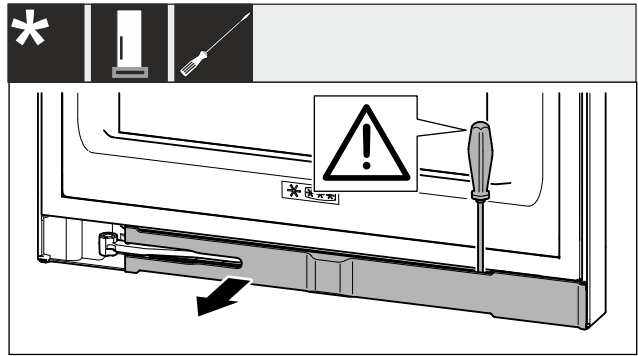

Fig. 3
- ▶ Deblocați masca cu șurubelnița plată și pivotați-o în lateral Fig. 3 ()